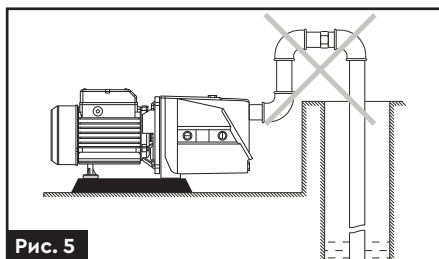

Рис. 5
- На вхідному трубопроводі має бути якомога менше вигинів для безперешкодного проходження води у вхідний отвір насоса (**рис. 5**).